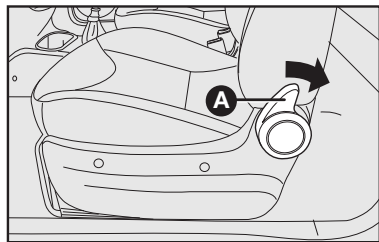

fig. 12
ACESSO AO BANCO TRASEIRO PELO LADO DO MOTORISTA (VERSÕES CABINE DUPLA) – fig. 12
- gire a manopla **A**–fig. 12 no sentido do banco traseiro, o encosto destravará, sendo projetado para frente.
- o banco retornará à posição longitudinal regulada anteriormente, porém o ângulo do encosto deverá ser reajustado através da manopla **A**–fig. 12 de rebatimento do encosto.